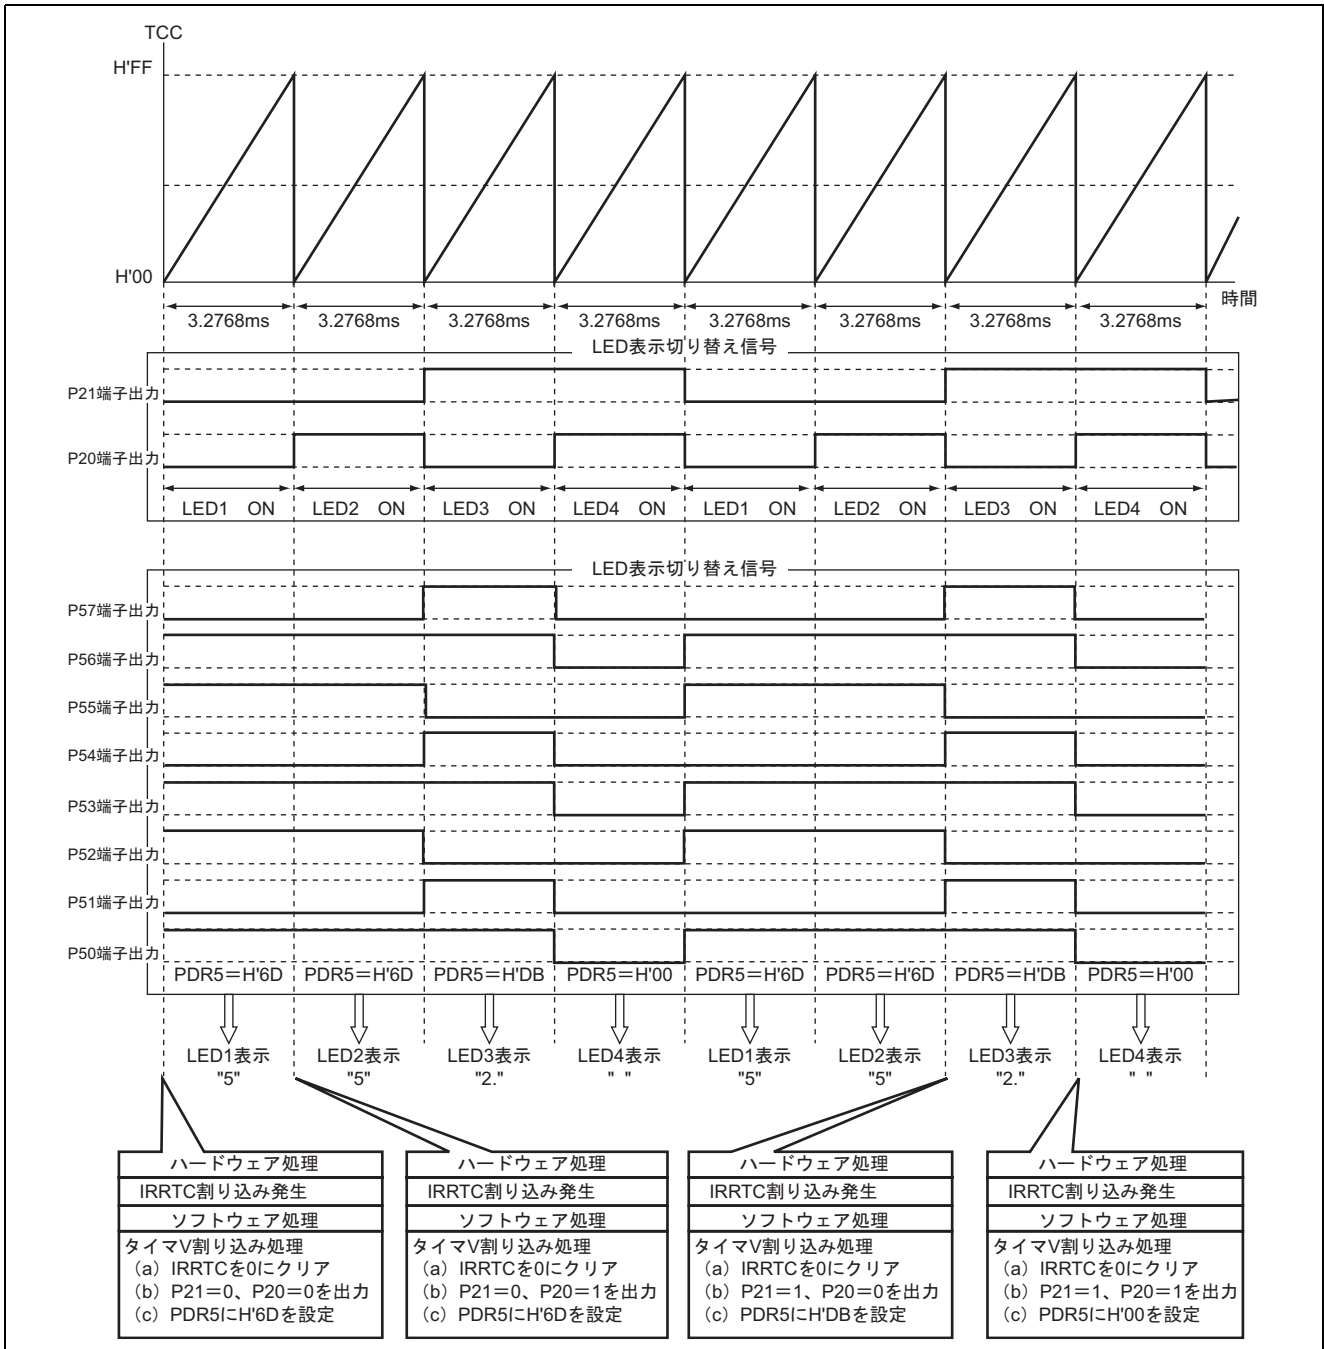

図 3.2 7セグメントLED表示制御の動作原理
2. 7セグメントLEDの表示制御の動作原理について説明します。図3.2はLED4~LED1に"2.55"を表示する場合の動作原理について説明しています。図3.2に示すようにタイマVオーバーフロー周期ごとにLED1~LED4を順番に表示させることにより7セグメントLEDのダイナミック表示を行っています。